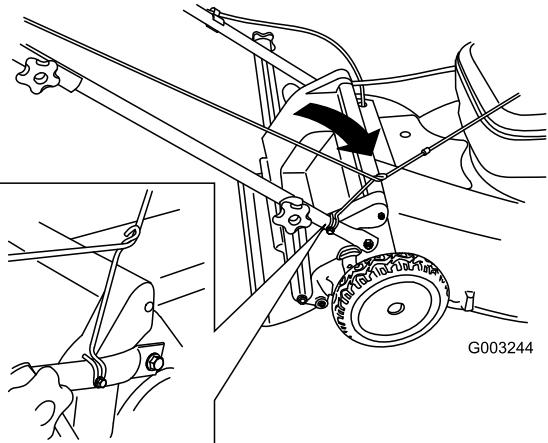

Figure 29
3. Faites passer le câble du lanceur autour du guide inférieur (Figure 29).